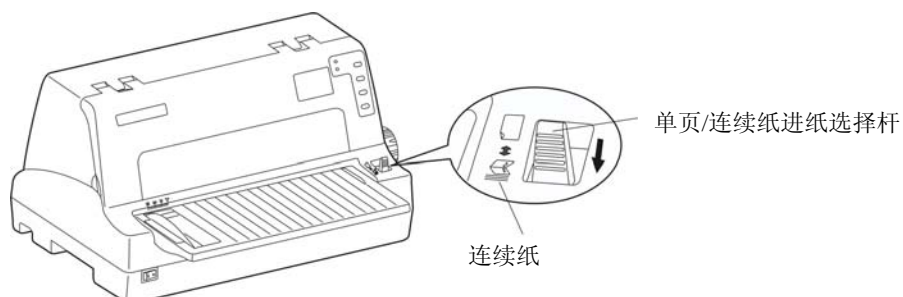

图 3-5 设定单页/连续纸进纸选择杆位置（连续纸）
2. 设定单页/连续纸进纸选择杆到连续纸的位置（如图 3-5 所示）。